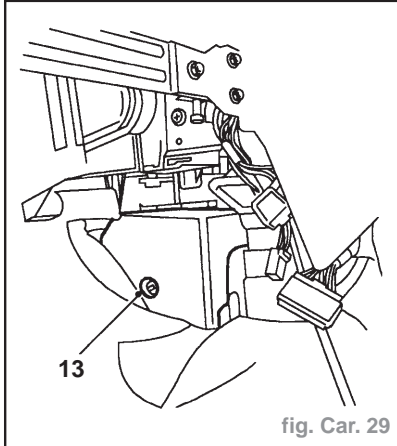

fig. Car. 29
- Enlever 2 chevilles maintenant le couvercle sur le module de commande SRS et déposer le couvercle (13) (fig. Car. 29).